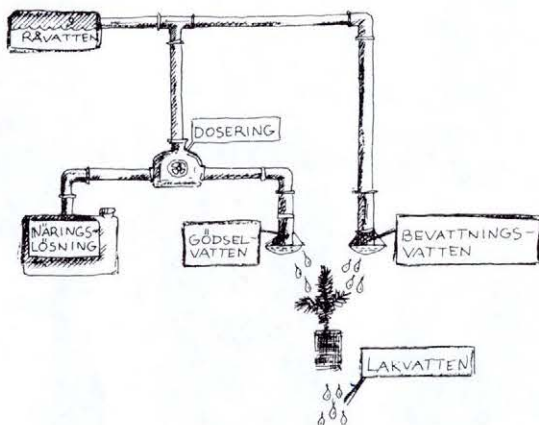

Fig 1. Principskiss för råvatten, lakvatten m m.
- 2) i det vatten som runnit genom odlingssubstratet, dvs lakvattnet (se fig 1).